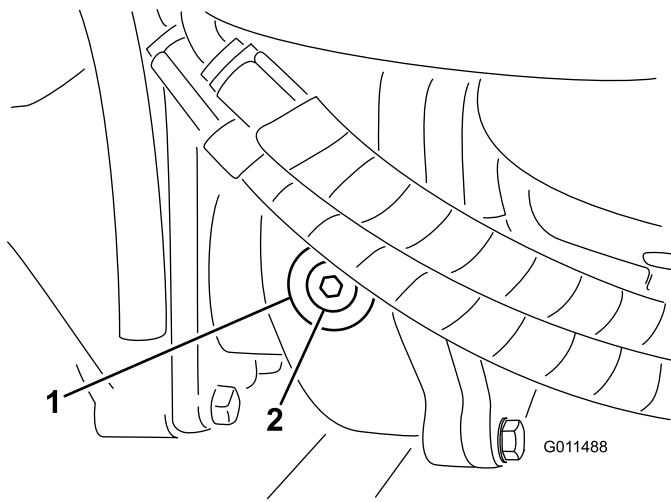

Figura 95
2. Retire o tampão de verificação/enchimento que se encontra na zona esquerda da caixa de velocidades (Figura 95) e certifique-se de que existe lubrificante até ao fundo do orifício. Se o nível estiver baixo, junte lubrificante suficiente para o nível subir até ao fundo do orifício.